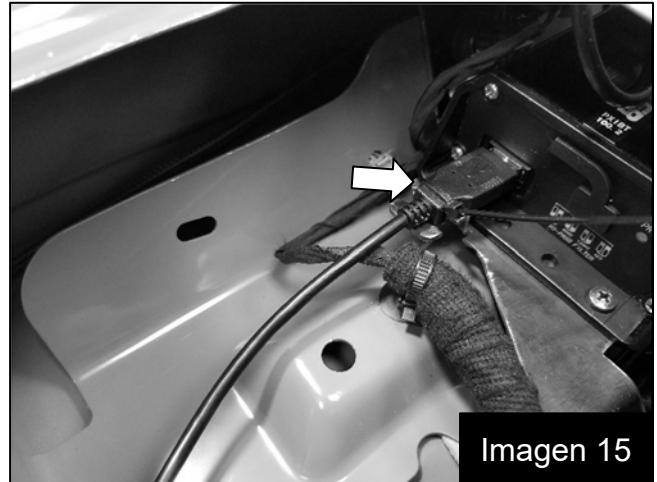

Imagen 13
20. Repositionnez le marchepied. Fig. 13
20. Reposición del peldaño. (Imagen 13)